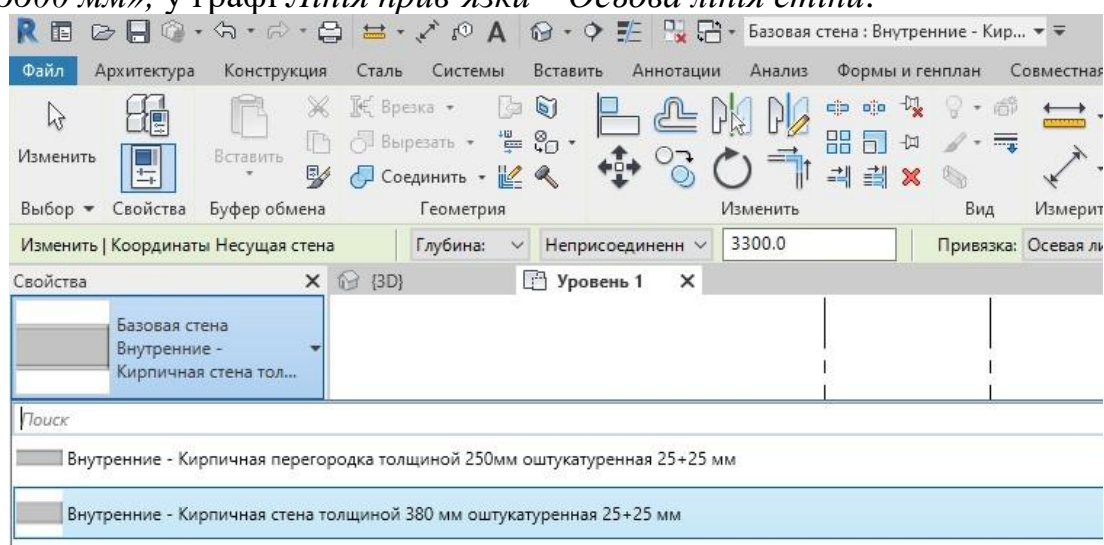

Рис. 2.12. Вибір типу внутрішньої стіни
- в вікні *Властивостей* оберіть тип стіни > *Внутрішня - Цегляна стіна товщиною 380 мм оштукатурена 25 + 25 мм* (рис. 2.12);